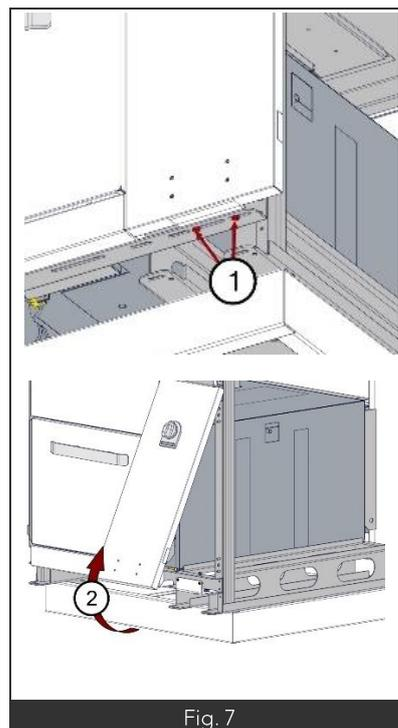

Fig. 7
- Dévisser les deux vis de maintien du panneau au-dessous de ce dernier (Fig. 7 – Rep. 1).
- Incliner le panneau, puis le tirer vers soi (Fig. 7 – Rep. 2) de façon à dégager les pattes au sommet du panneau des encoches découpées dans le dessus de l'appareil.